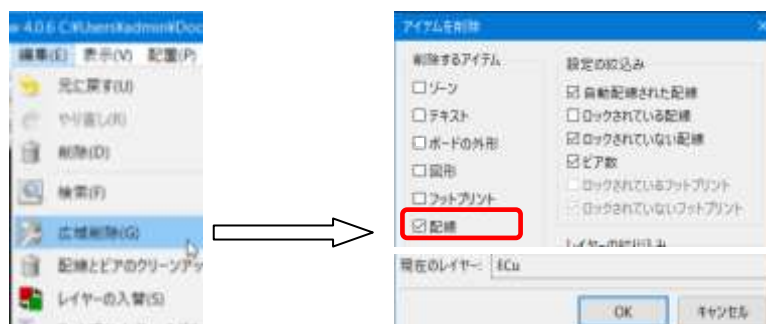

図 10-19
(16) 配線の一括削除
- ① メニューバー「編集」→「広域削除」と進みます。 図 10-19
- ② アイテムの削除ダイアログのボードの配線にチェックを入れて[OK]をクリックします。